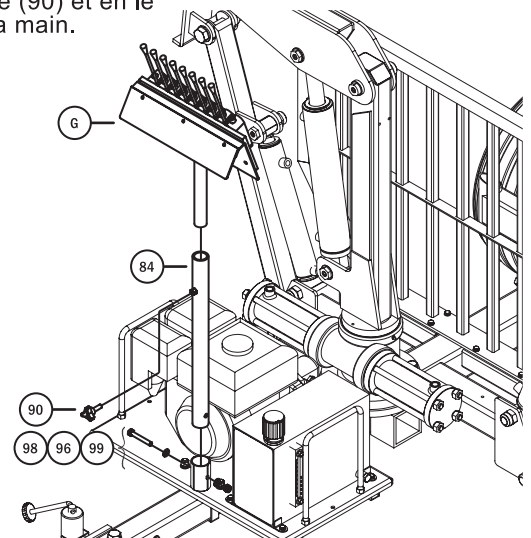

Fig. 13
Étape 16 : Installez l'ensemble de commande hydraulique. Insérez la tige de support de commande (84) dans la douille du plateau de moteur et fixez le tube solidement en installant le boulon (98), les rondelles (96) et le contre-écrou (99). Serrez la pièce de fixation entre 38 et 43,4 Nm (28 et 32 pi-lb). Insérez l'ensemble de commande (G, **fig. 13**) dans la tige de support de commande (84) à la hauteur souhaitée, puis fixez-le solidement en place en installant le bouton de verrouillage (90) et en le serrant à la main.